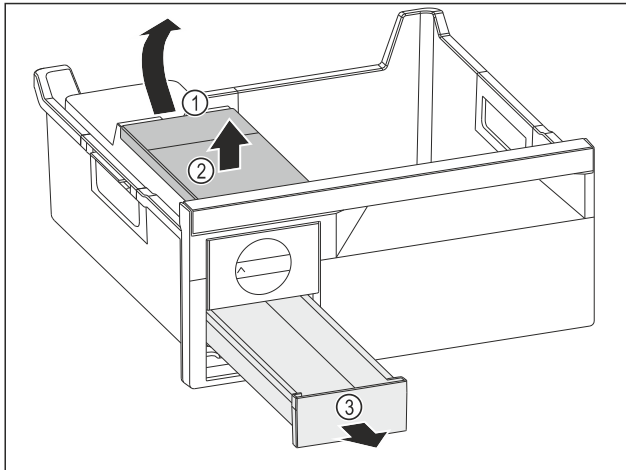

Fig. 135
- ▶ Vađenje spremnika za vodu: Podignite spremnik za vodu na otvoru Fig. 135 (1).
- ▶ Izvadite spremnik za vodu Fig. 135 (2) prema gore.
- ▶ Izvadite ladicu Fig. 135 (3) prema naprijed.